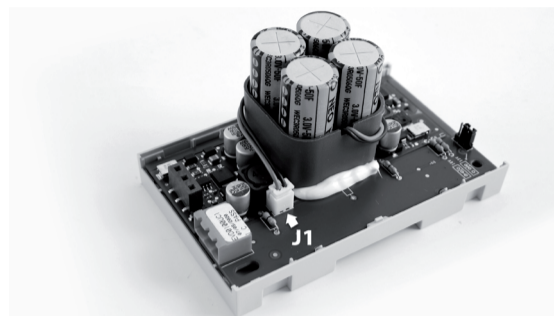

Fig.3
- Non si deve toccare il connettore J1 sulla PCB (potrebbe venir compromesso il contatto tra i connettori) (Fig. 3)
- Do not touch connector J1 on the PCB (contact between the connectors may be affected) (Fig. 3)